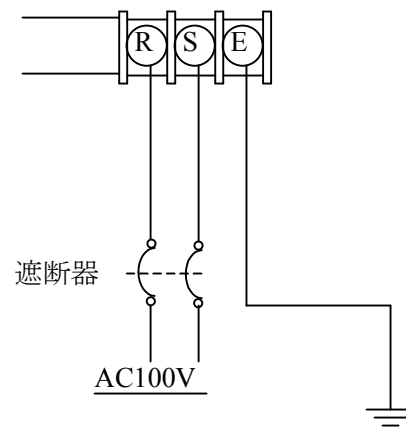

図 9 電源の接続
- シールド線は、図 8 または図 9 に示している E（アース）端子に接続してください。